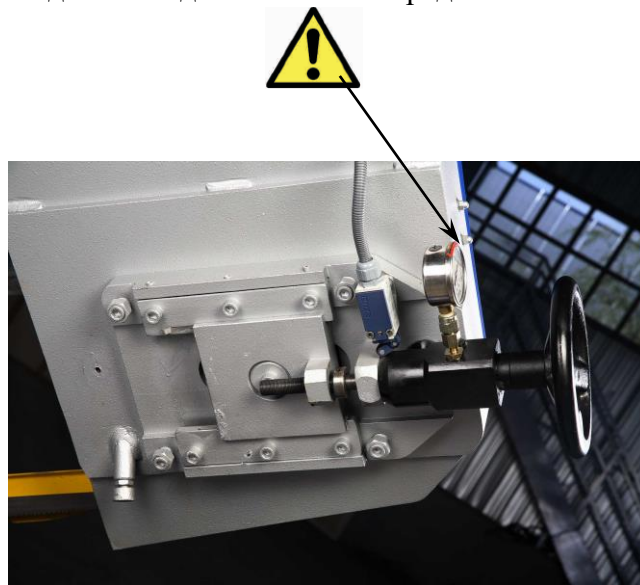

Рисунок 3
- Проверьте давление системы натяжения ленточной пилы. На манометре давление должно быть в пределах 165-185 бар (Рисунок 3)